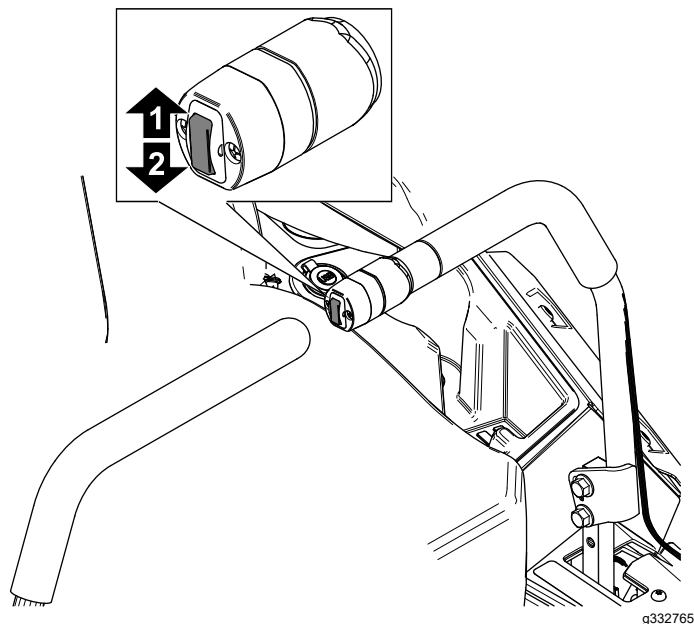

Figura 31
1. Appuyez sur la commande de levage du tablier (Figura 31).